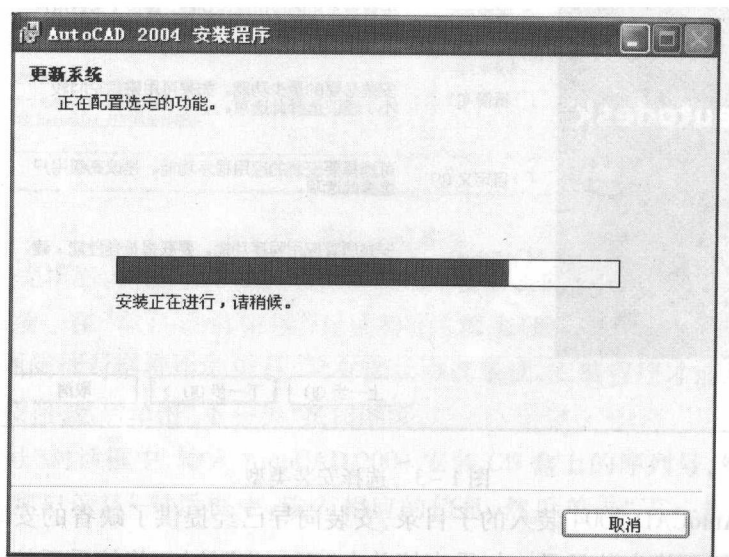

图 1-5 安装进度条
(7)出现的“开始安装”对话框,该对话框起一个确认的作用,如果用户对之前的设置不满意,可通过“上一步”按钮返回到先前的状态重新设置,确认无误后单击“下一步”按钮即可直接开始安装,安装过程将自动生成一个安装脚本,之后将出现“安装进度条”,如图 1-5 所示。